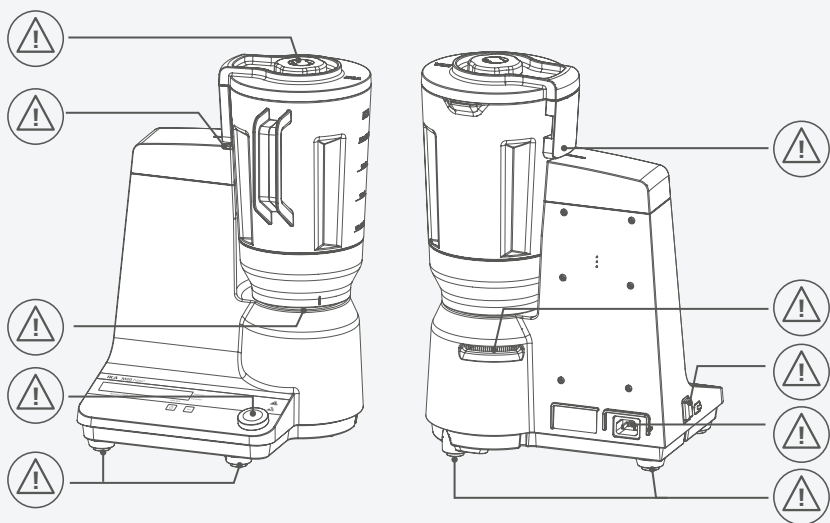
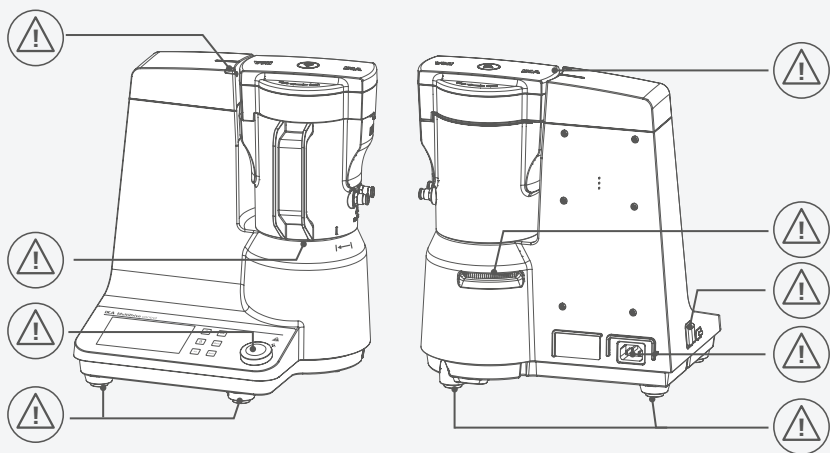

Fig. 1
Fig. 2
- › Faites attention aux emplacements repérés sur la Fig. 1 et Fig. 2.